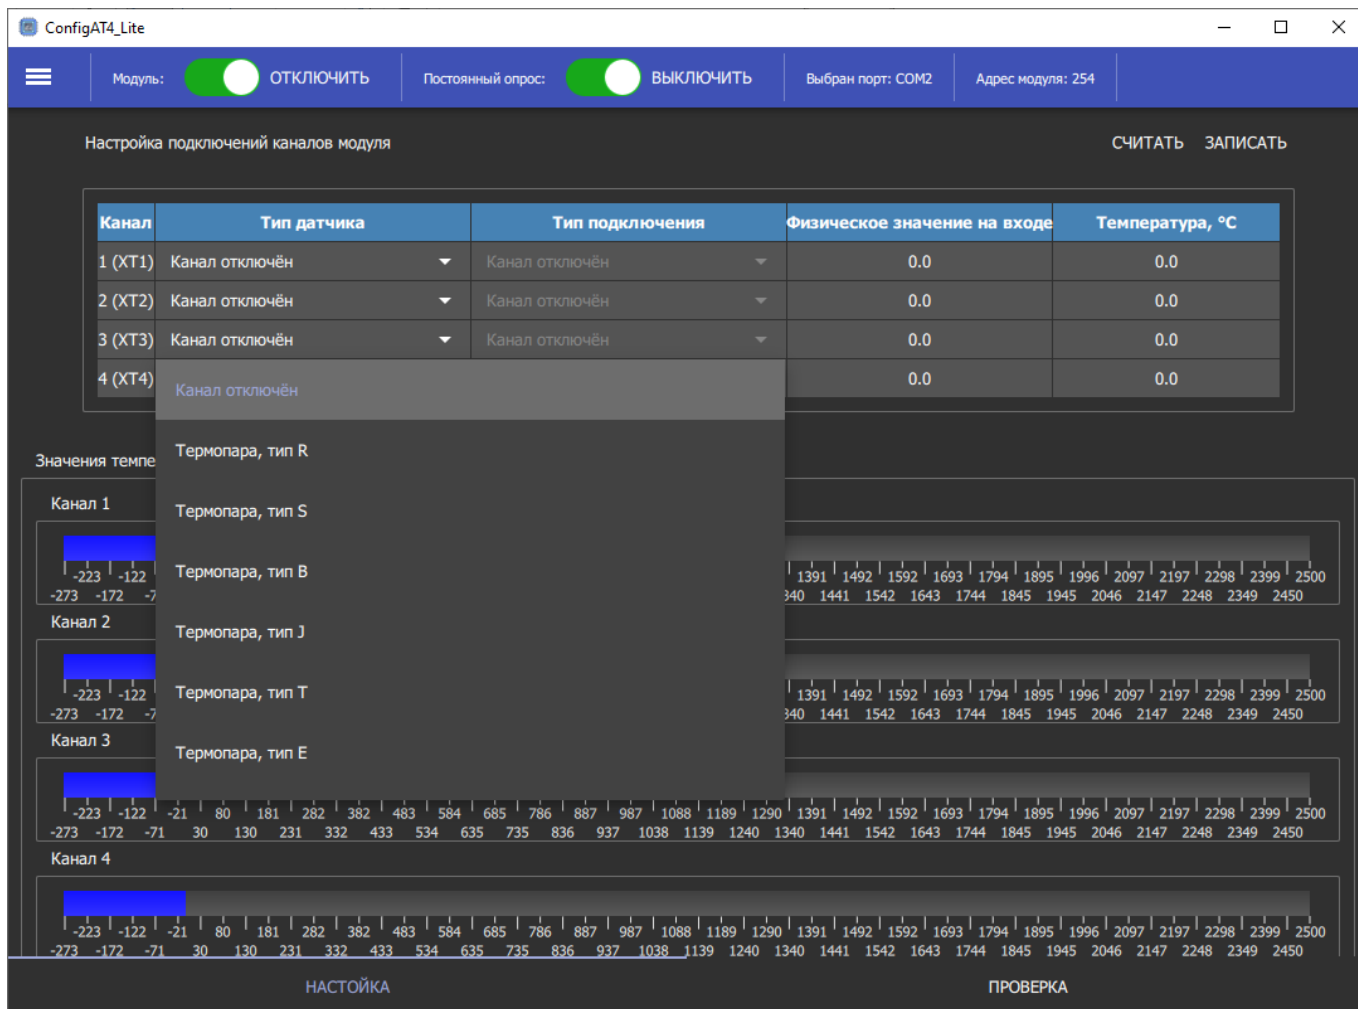

Рисунок 5.7 – Настройка канала
- в таблице настройки подключения каналов модуля (см. рисунок 5.7) для каждого канала из раскрывающегося списка установите требуемые значения, соответствующие типу подключаемых датчиков;